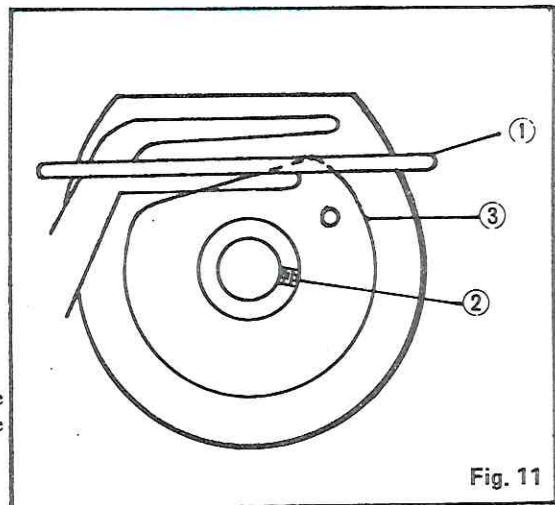

Fig. 11
(4) Chain Looper Thread Cam Control Fig. 11
Control hilo ancora puntada de seguridad (401). Fig. 11
Contrôle de la came du fil du boucleur de chainette Fig. 11